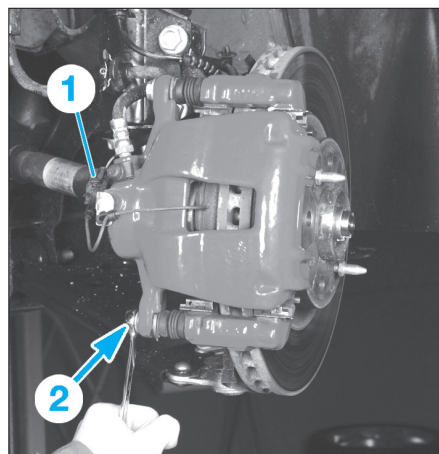

Fig. 3
- **Du côté gauche**, débrancher le connecteur (1) du capteur d'usure des plaquettes (Fig.3).
- Déposer la vis de colonnette inférieure (2).